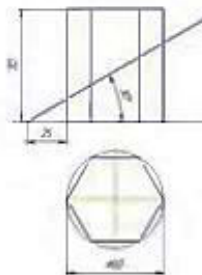

Рисунок 1 – Пересечение призмы проецирующей плоскостью
8. Построить комплексный чертеж призмы усеченной проецирующей плоскостью (рисунок 1). Определить натуральную величину фигуры сечения и построить развертку этих поверхностей